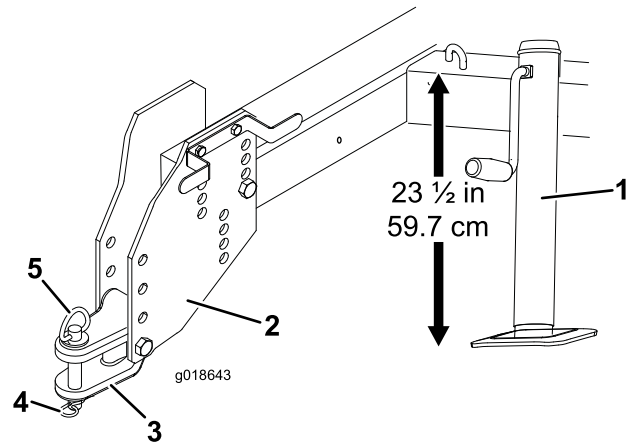

图3
3. 调整支架千斤顶，使机架顶部到地面的距离约为 59.7cm（图3）。
- 卸下将挂钩牵引杆固定到挂接板上的螺栓和锁紧螺母（图3）。
6. 用挂钩销和保险销将挂钩牵引杆连接到牵引车上（图3）。